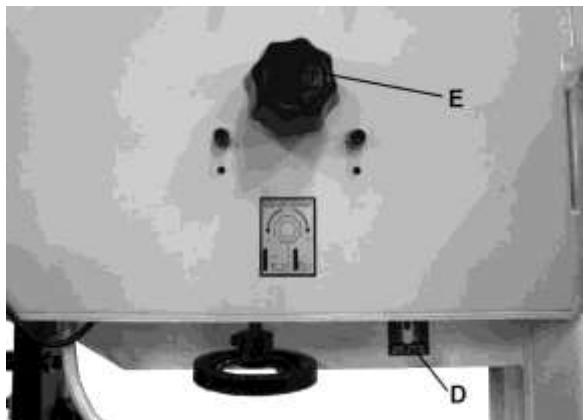

Рис. 9.
- Используйте индикатор натяжения ленточного полотна (D, Рис. 9) только для примерной настройки. Проверять правильность натяжения следует надавливанием на полотно пальцем.
- Поворачивайте ручку регулировки хода (E, Рис. 9) по часовой стрелке, чтобы сдвинуть полотно к передней стороне шкива.